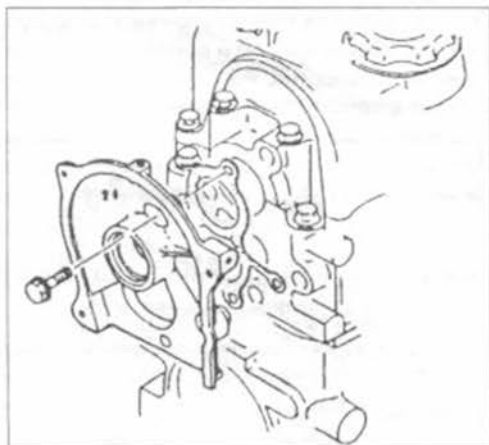

Рис. 63.
- Положить новое сухое уплотнение на торцевую поверхность головки блока цилиндров и одеть на головку переднюю крышку. Болты затянуть на 19-25 Нм (рис. 63).
- Положить новое сухое уплотнение на торцевую поверхность головки блока цилиндров и одеть на головку переднюю крышку. Болты затянуть на 19-26 Нм (рис. 63).